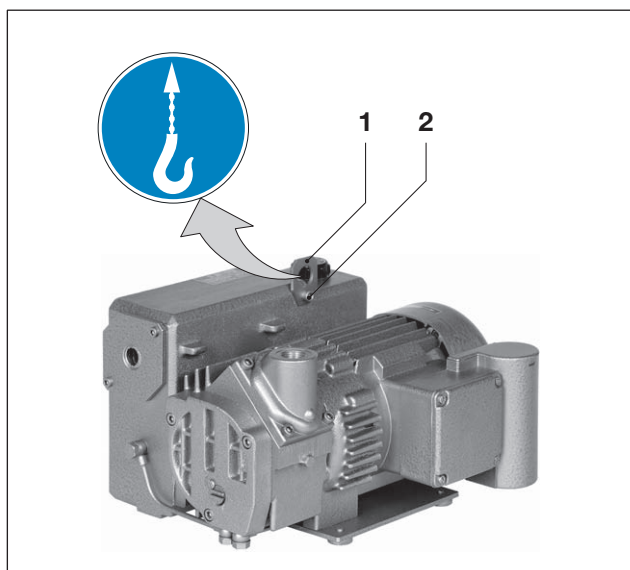

Рис. 1 Подъем и транспортировка
- a) Затянуть рым-болт (рис. 1/1).